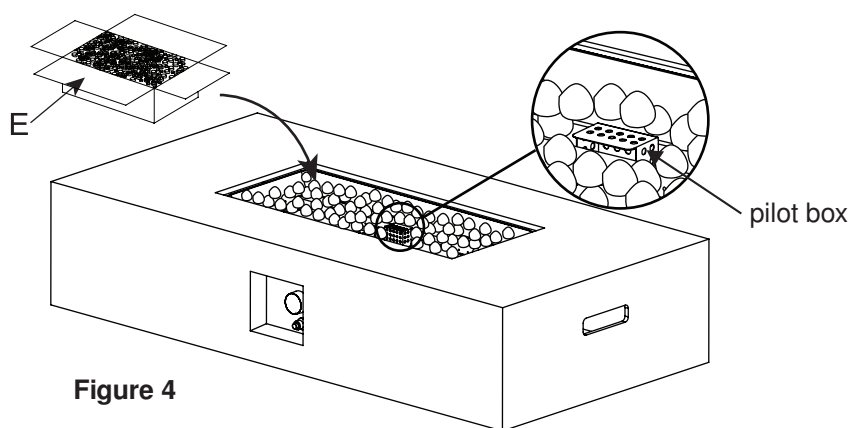

Figure 4
5. Valage laavakivid (E) tuleaseme kaussi (B) (vt Figure 4).